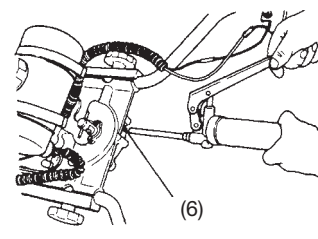

Fig. 11
- 1) Smeer het drijfwerk om de 50 bedrijfsuren door multifunctioneel vet door de bijvulopening te persen. (Fig. 11)